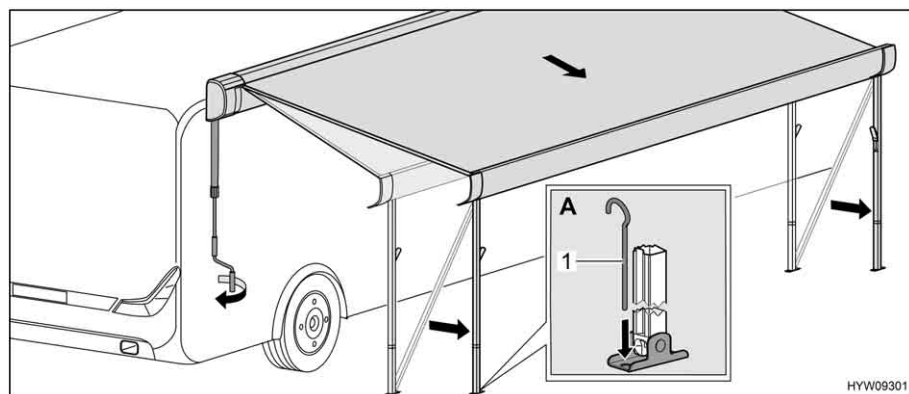

Fig. 13 Collocazione della tenda nella posizione finale
- Servendosi di puntelli (Fig. 13,1), fissare a terra i montanti di supporto (Fig. 13,A).